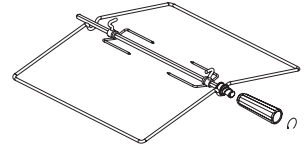
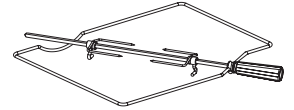

рис. 14
рис. 14.1
1. Плиты могут комплектоваться вертелом различной конструкции, со съемной рукояткой (рис. 14). В зависимости от комфортности плиты могут комплектоваться вертелами другого исполнения (рис. 14.1). Для вертела (рис. 14, рис. 14.1) при установке и извлечении использовать рукоятку, которая накручивается на резьбовую втулку.
Во время приготовления дверца должна быть закрыта, для вертела (рис. 14, рис. 14.1) рукоятка должна быть снята.